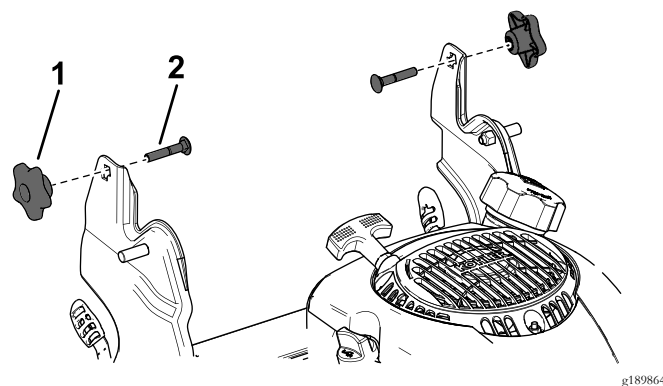

Figura 3
1. Togliete e conservate le 2 manopole della stegola e i 2 bulloni a testa tonda dalle staffe della stegola (Figura 3).